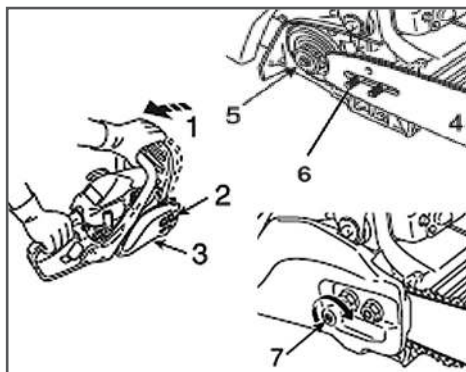

Рис. 2 Установка шины
1. Перед установкой шины и цепи убедитесь в том, что тормоз цепи находится в расторможенном положении. Для этого рукоятку тормоза 1 (Рис.2) потяните на себя до щелчка.
2. Открутите гайки 2 и снимите крышку шины 3 (Рис. 2).
3. Установите шину 4 пазом на шпильку крепления шины 6 и передвиньте ее в сторону муфты сцепления 5 для облегчения установки цепи (Рис. 2).
5. Вращая винт натяжителя цепи 7 (Рис. 2) против часовой стрелки, установите палец натяжителя в крайнее левое положение. Установите на место крышку шины 3 (Рис. 2).
8. Отрегулируйте натяжение цепи (см. раздел «Регулировка натяжения цепи») вращая винт натяжителя цепи 7 (Рис. 2) по часовой стрелке.